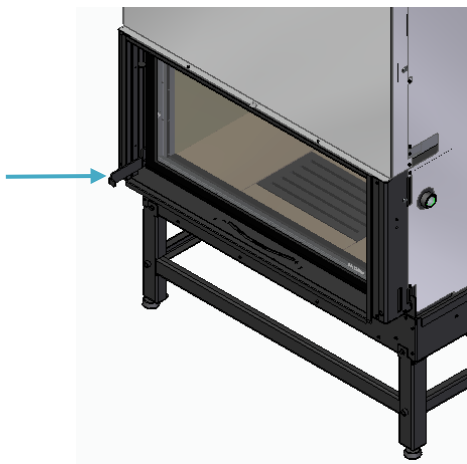

Figura 18
m) En los modelos con puerta que se mueve verticalmente, verifique, con la herramienta, si la puerta se mueve fácilmente y si en su punto más bajo, el sello de la puerta está en contacto con la placa frontal, Figura 18;